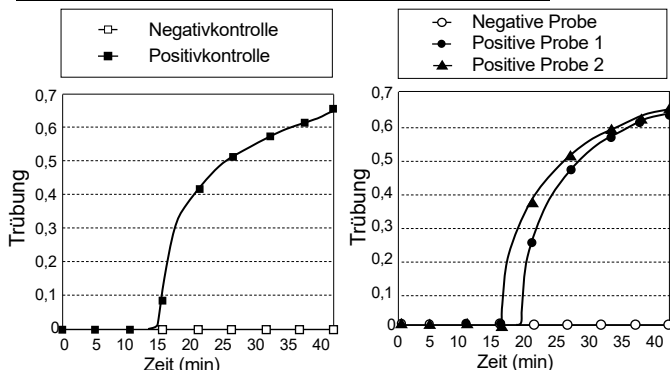

Abb. 1 : Amplifikationsplots für Kontrollen. Abb. 2 : Amplifikationsplots für Proben.
- (1) Real-Time Turbidimeter HumaTurb C+A für den Nachweis mit diesem Produkt konfigurieren.
- (2) Prüfen, ob die angezeigte Temperatur 65,0 °C erreicht (Turbidimeter sollte vor Gebrauch 20 Minuten vorgeheizt werden).
- (3) Reaktionsgefäße einsetzen und Messung starten.
- (4) Turbidimeter-Anzeige auf einen Trübungsanstieg der Positiv- und Negativkontrollen prüfen. Steigt die Trübung in der Positivkontrolle an, in der Negativkontrolle jedoch nicht, läuft die Amplifikationsreaktion korrekt ab (Abb. 1). Wenn dies nicht der Fall ist, verläuft die Amplifikationsreaktion möglicherweise nicht ordnungsgemäß. In einem solchen Fall sind die betroffenen Proben erneut zu testen.
- (5) Fertigstellung der Polymerase-Inaktivierung bestätigen (wird vom Turbidimeter automatisch abgeschlossen). Alle Reaktionsgefäße aus dem Real-Time Turbidimeter HumaTurb C+A entnehmen und ungeöffnet entsorgen.
Nachdem bestätigt wurde, dass die Trübung in der Positivkontrolle zunimmt, in der Negativkontrolle jedoch nicht, sind die Proben nach den folgenden Kriterien (Abb. 1 und 2) zu bewerten: